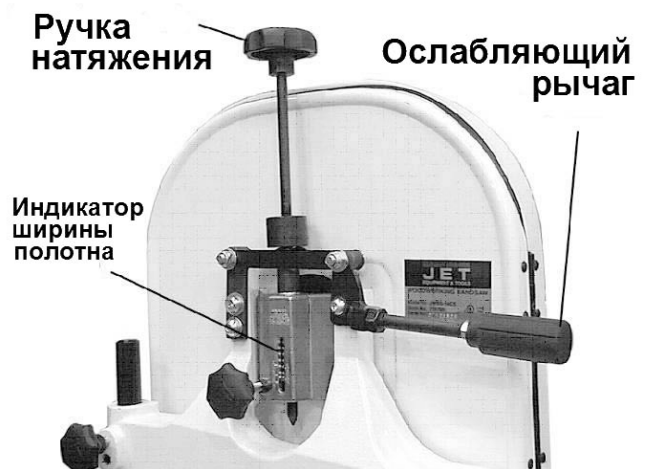
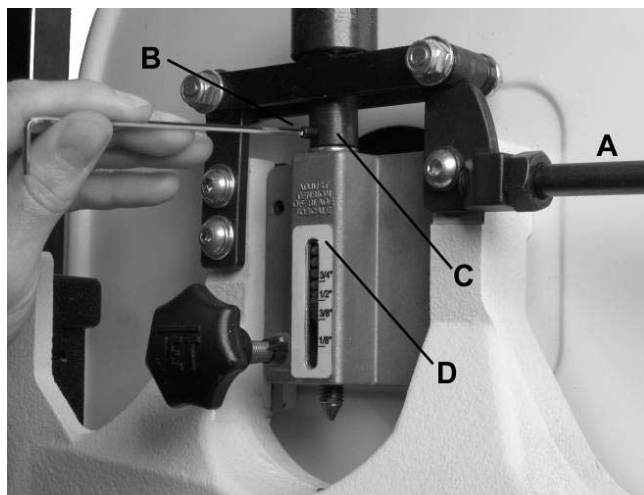

Рисунок 6.
Рисунок 8.
2. Ослабьте натяжение полотна путем нажатия на ослабляющий рычаг (рис. 6).
3. Поверните ручку натяжения полотна (Рис. 6) по часовой стрелке, чтобы увеличить натяжение. Индикатор ширины полотна (D, Рис. 8) отображает примерное натяжение в соответствии с шириной пильной ленты. Поначалу устанавливайте натяжение полотна из условий ширины полотна.*
7. При помощи торцевого шестигранного ключа 2,5 мм ослабьте установочный винт (B, Рис. 8) в нижней втулке (C, Рис. 8).
8. Используя плоскогубцы поверните втулку (C, Рис. 8) только на 1-2 оборота.
9. Затяните установочный винт (B, Рис. 8) и проверьте правильность натяжения. При необходимости повторите операцию.